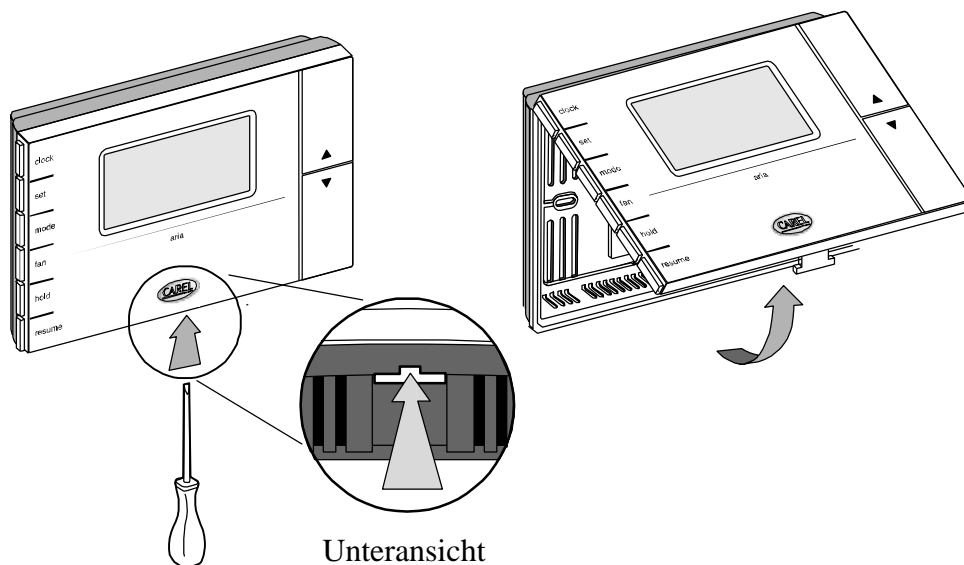

Abb. 3.1.1
1. Trennen Sie das Frontteil von der Rückseite, indem Sie einen Flachsraubendreher in den entsprechenden Schlitz mittig an der Unterseite einfügen; lösen Sie die Feder aus ihrem Sitz (siehe Abbildung 3.1.1).
2. Klappen Sie das Frontteil auf, indem Sie die Unterseite anheben (siehe Abbildung 3.1.1).